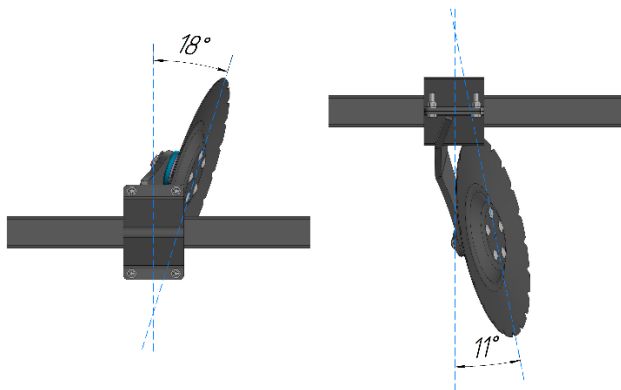

Рисунок 12 – Углы атаки и врезания режущего узла
9.1 Рабочими органами агрегата являются установленные на индивидуальных стойках, наклонно к вертикали и с углом атаки, сферические диски. На всех агрегатах АДЛ угол атаки (рисунок 12) составляет 18°. Это позволяет лушительнику эффективно подрезать растительные остатки.